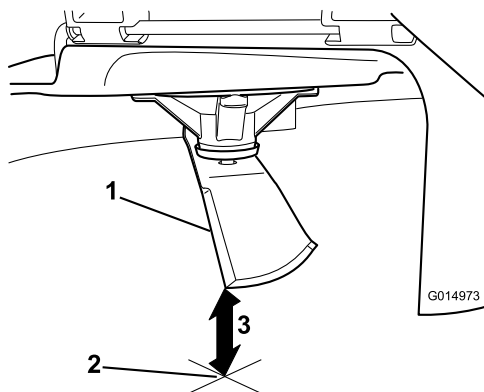

Figura 94
3. Mida desde la punta de la cuchilla hasta la superficie plana (**Figura 94**).